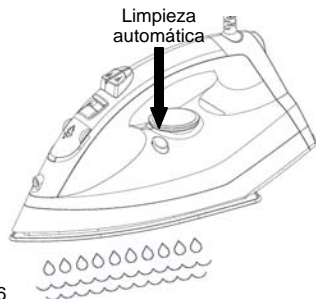

Fig. 6
7. Sostenga la plancha en posición horizontal sobre un lavabo y presione el botón de limpieza automática. Saldrá agua caliente y vapor por la placa base. (Fig. 6) Sacuda levemente la plancha hacia los lados para que salgan las partículas de calcio y suciedad.